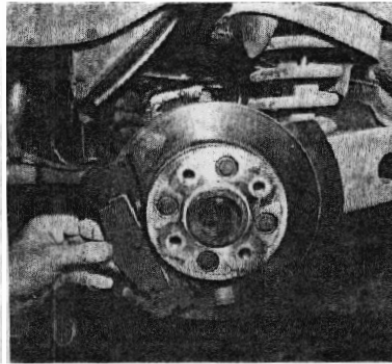

Fig 8: Mise en place des patins de frein neufs (photo R.T.A)
- Poser les patins de frein neufs (voir figure 8). Positionner la partie inférieure du patin dans le cran de la chape, pousser sur le ressort d'appuis puis engager le patin dans le cran supérieur de la chape.